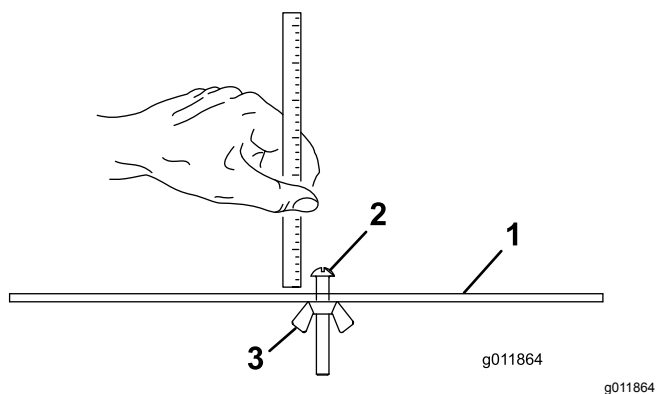

図 18
2. ゲージバー図 18のナットをゆるめ、調整ねじを希望の刈り高に合わせる